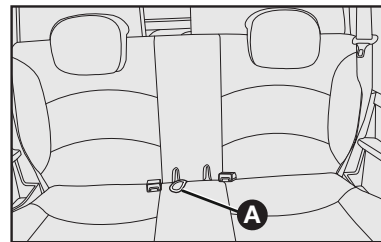

fig. 3
- Puxar a alça A—fig. 3 para levantar o assento e rebatê-lo para frente.